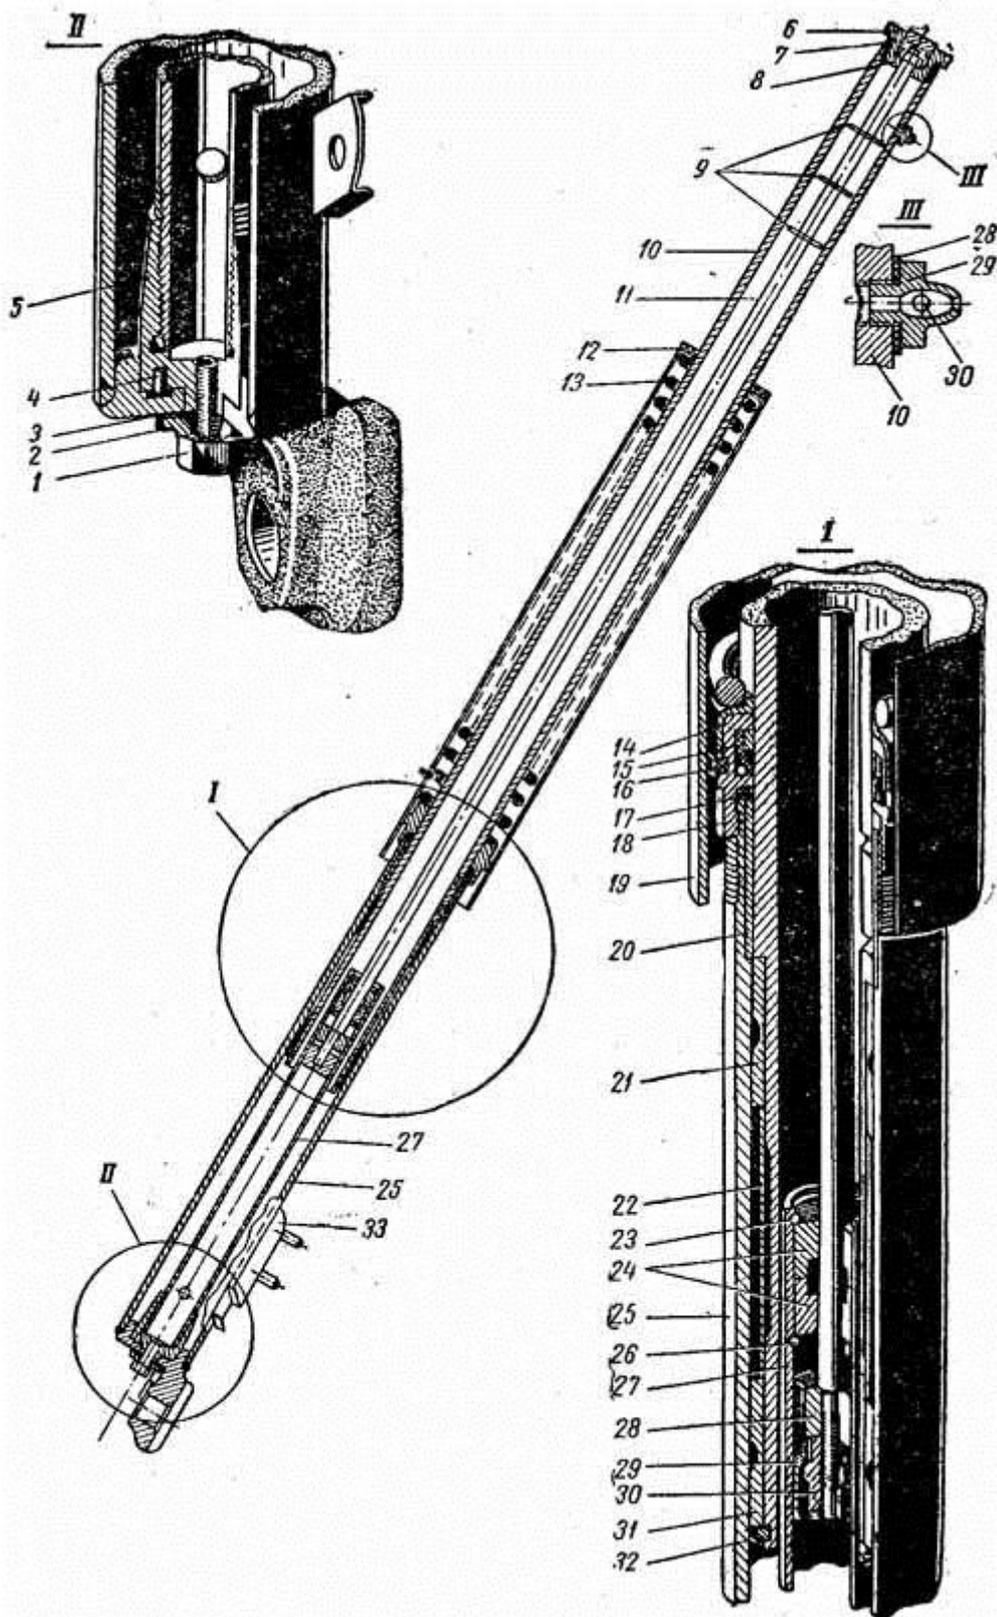

Рис. 59. Разрез пера передней вилки:
Перо вилки (рис. 59) состоит из основной (неподвижной) трубы 10, которая жестко закрепляется в верхнем и нижнем мостиках, подвижного наконечника 25 с гайкой-сальником 18, цилиндрической пружины 13, закрытой кожухом 19, и гидравлического амортизатора.
4. Вывернуть резьбовые пробки 6 из основных неподвижных труб (рис. 59). Контргайки штока можно не отворачивать.
12. Установить гидравлические амортизаторы в перья и, убедившись в правильной установке корпуса амортизатора в вилке (установочный штифт 4 корпуса амортизатора должен войти в отверстие наконечника), завернуть болты-пробки - рис. 59.
- а) поршень 29 амортизатора соскочил со штока 11 (отвернулась гайка) - рис. 59;
**Утечка амортизаторной жидкости из перьев вилки.** Жидкость из перьев вилки может вытекать из-под болта-пробки 1 (рис. 59), закрывающего сливное отверстие и одновременно крепящего амортизатор к наконечнику, и около гайки-сальника 18 наконечника.
- 2) повреждение фибрового уплотнения 17 (рис. 59) в гайке.